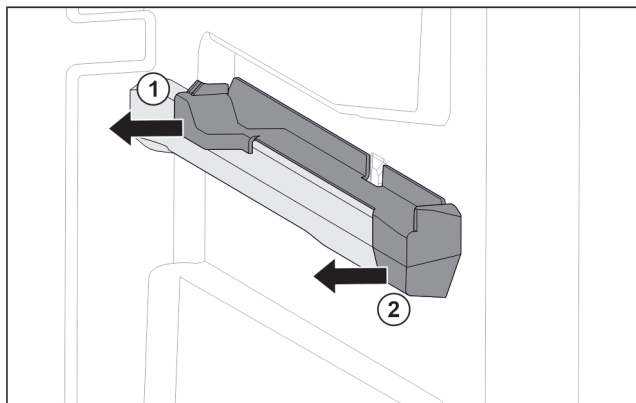

Fig. 118 Вставная часть на правом контейнерном ребре
- ▶ Отодвиньте вставную часть сзади в сторону. Fig. 118 (1)
- ▶ Отодвиньте вставную часть спереди в сторону. Fig. 118 (2)